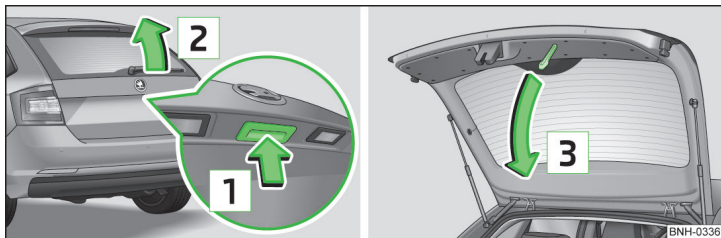

Abb. 34 Gepäckraumklappe öffnen/schließen
**Gepäckraumklappe öffnen/schließen** » Abb. 34